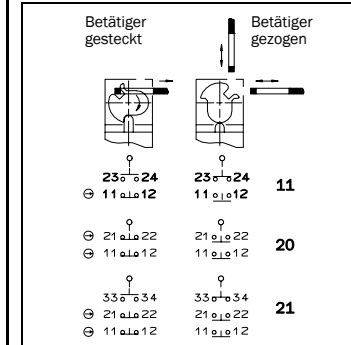

Abb. 5: Schaltelemente und Schaltfunktionen für Varianten mit M16-Leitungseinführung
- Kontaktbelegung siehe Abb. 5.